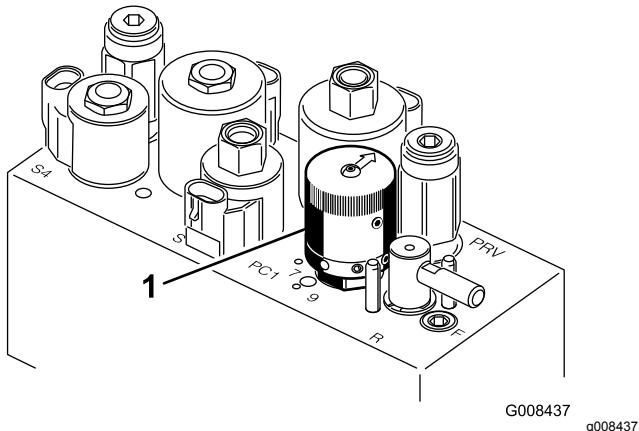

Figure 29
- Pour régler la vitesse des cylindres, tournez le bouton (Figure 29) jusqu'à ce que la flèche soit en face du numéro correspondant au réglage voulu.